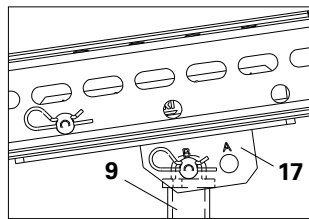

Fig. A2.10a
- toute inclinaison et toute taille de cadre souhaitées sont possibles en bouchant les trous "A ou B" pour la tête d'étais et les trous 1, 2, 3 ou 4 de la filière pour le connecteur MP/SRU. (Fig. A2.10a + A2.10b)